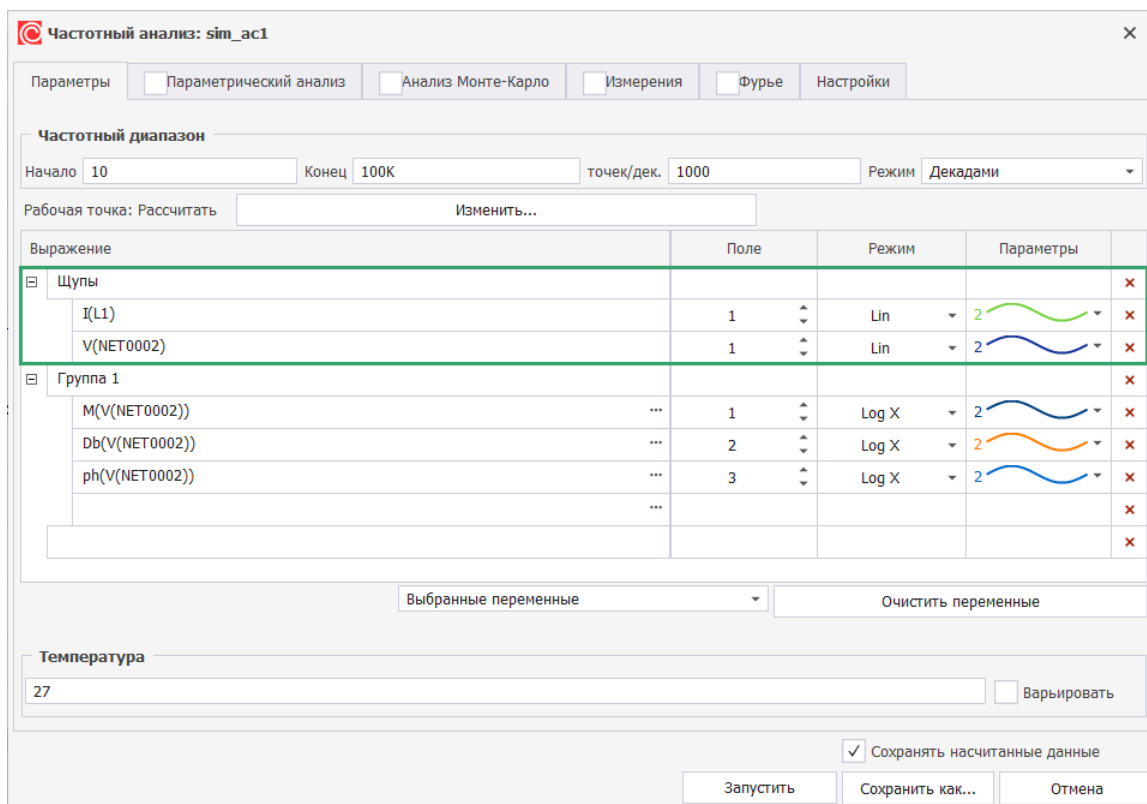

Рис. 170 Параметры частотного анализа sim_ac1
- Откройте параметры частотного анализа sim_ac1, уже созданного в данном примере. В списке выражений в группе «Щупы» отображены заданные выражения, см. Рис. 170.